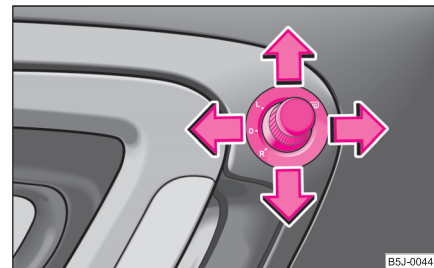

Fig. 47 Interiorul ușii:
- Aduceți butonul rotativ în poziția  ⇒ fig. 47.